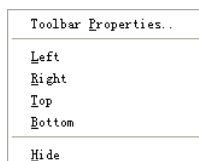
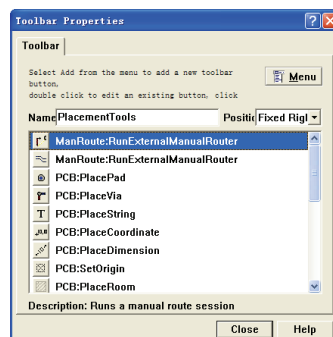

图 7-9 工具栏命令菜单
图 7-10 工具栏属性
(6) 用鼠标右键单击菜单栏或工具栏的空白区域即可弹出工具栏的命令菜单，如图 7-9 所示。其中“Toolbar Properties”命令可以设置工具栏的属性，如图 7-10 所示。